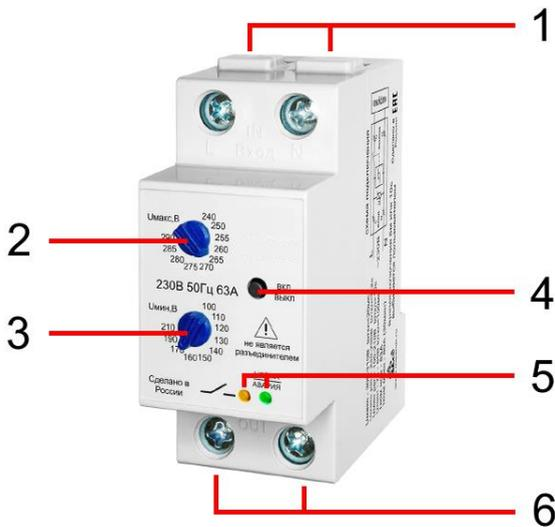

Рис.3 Реле контроля напряжения УЗМ-51М, индикаторы, разъемы подключения.
При подаче питания реле начинает контроль сетевого напряжения. Если напряжение сети находится между заданными в настройках значениями верхнего U_{max} (2 Рис.3) и нижнего U_{min} (3 Рис.3) порогов срабатывания начинается отсчет времени автоматического повторного включения (АПВ). Если до окончания отсчета времени АПВ напряжение сети не выйдет за установленные пороги срабатывания, то по окончании отсчета произойдет подключение нагрузки к сети. Возможно ускоренное включение нагрузки вручную путём нажатия кнопки «ВКЛ/ВЫКЛ» (4 Рис.3).
- ✓ Нажать и удерживать кнопку «ВКЛ/ВЫКЛ» до тех пор пока индикатор «норма-авария» (5 Рис.3) не начнёт часто мигать. Если индикатор мигает зелёным цветом, то установлено время задержки 10 секунд, если красным то время задержки установлено 6 минут;